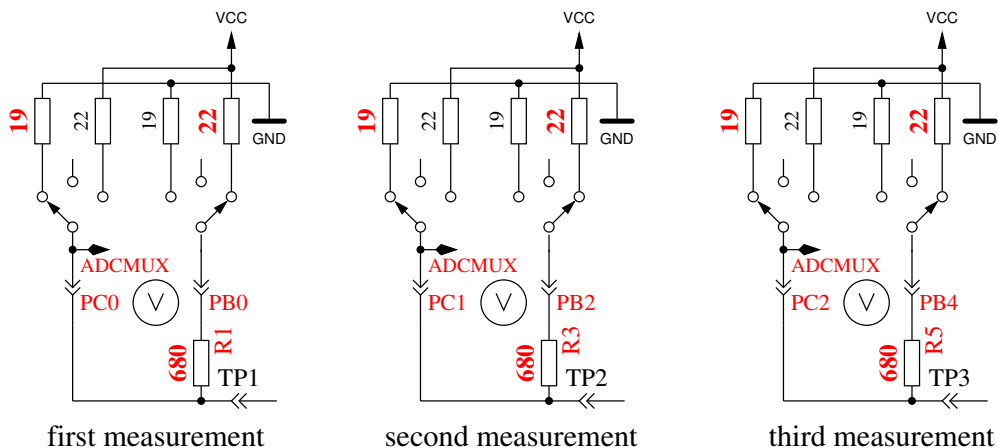

Abbildung 4.26: Messung des Innenwiderstandes von auf GND geschalteten Port C Ausgängen.
- Dieser Schritt testet die **Fähigkeit von mit GND (-) verbundenen 470kΩ Widerständen (H) die Testpins auf GND zu ziehen**. Zeile 1 zeigt den Text „RH-“. Zeile 2 sollte für alle drei Pinne Null mV anzeigen.
- Dieser Schritt testet die **Fähigkeit von mit VCC (+) verbundenen 470kΩ Widerständen (H) die Testpins auf VCC zu ziehen**. Zeile 1 zeigt den Text „RH+“. Der bestmögliche mV Wert für die drei Messungen wäre 5001 in Zeile 2. Große Abweichungen vom Idealwert für Schritt 5 und 6 sind Fehler wie Isolations Problem, Flußmittelreste oder beschädigter Port.
- Messung des Innenwiderstandes eines auf GND geschalteten Ausganges.** Der Text in der ersten Zeile des LCD ist „Ri.Lo = (mV)“. In der zweiten Zeile des LCDs werden drei Spannungswerte angezeigt. Die internen Port C Widerstände von auf GND (-) geschalteten Ausgängen werden mit dem Strom der nach VCC (+) geschalteten 680Ω Widerstände gemessen, siehe Abbildung 4.26. Es werden nur die drei Pinne des ADC Ports vermessen, die Widerstands-Ports PB0, PB2 und PB4 können nicht ohne Veränderung der Hardware gemessen werden. Es wird angenommen, daß die Port Widerstände von unterschiedlichen Ports nahezu identisch sind. Um die Widerstandswerte zu erhalten, müssen die angezeigten mV Werte durch ungefähr 7 geteilt werden (siehe Schritt 8).